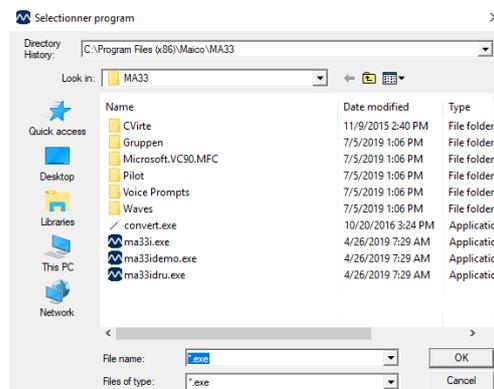

Figure 23
3. La fenêtre suivante apparaîtra. Ouvrez le dossier **MA33** et sélectionnez le fichier **MA33i.exe** pour le programme ajouté à la base de données. Cliquez sur **OK** (Figure 23).